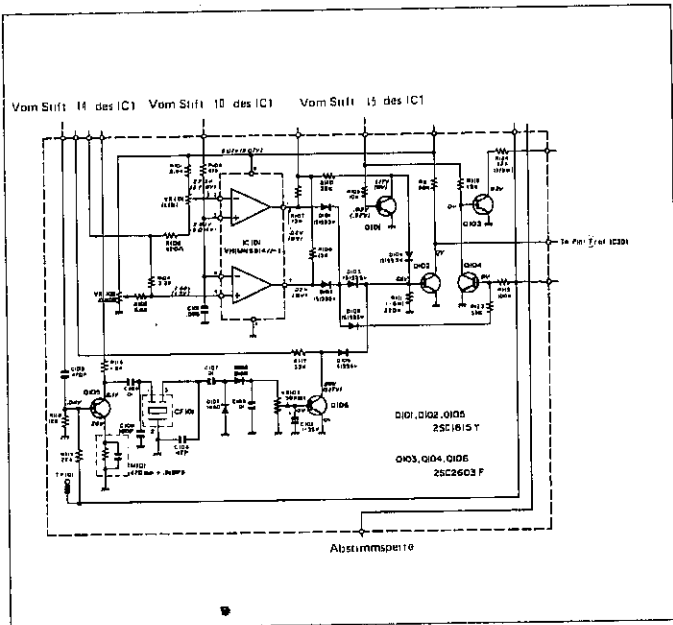

Abbildung 8-1
• Bei UKW-Empfang (Siehe Abb. 8-1 und 8-2.)